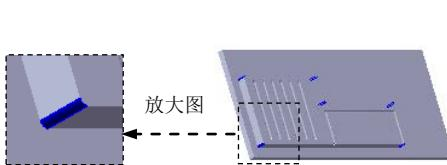

图 17.7.30 创建圆角 2
Step16. 创建图 17.7.30 所示的圆角 2。选择下拉菜单 **插入(I) → 特征(E) → 圆角(U)...**